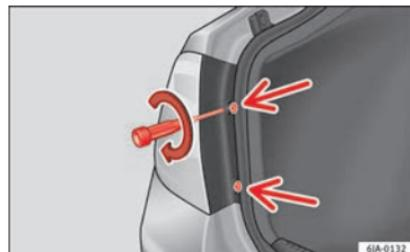

Fig. 103 Montare l'unità posteriore.
- Con il cacciavite in dotazione o con una chiave Torx 20 (T20) avvitare (girando in senso orario »» fig. 103) le due viti di fissaggio della zona frontale del fanale.